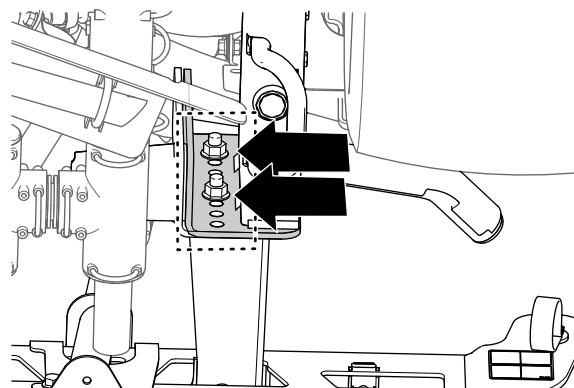

Рисунок 46
3. С помощью отрезка клейкой ленты отметьте отверстия, в которые вставляются 4 болта с фланцевыми головками (1/2 x 1 1/4 дюйма) и 4 фланцевые контргайки (1/2 дюйма), крепящие опорные кронштейны средней секции опрыскивателя к монтажной плите машины (Рисунок 46).